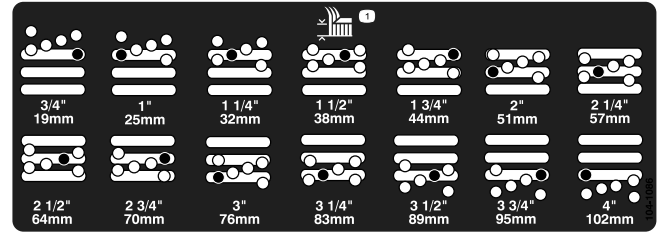

Figura 19
5. Mutai camera la înălțimea de tăiere dorită și instalezi un distanțier în orificiul și fanta pentru înălțimea de tăiere desemnate (Figura 19).